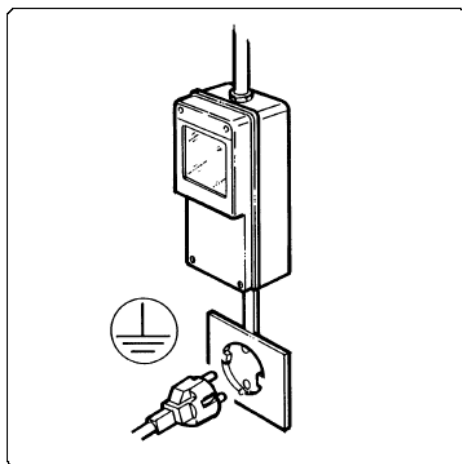

Fig. 25
- La sicurezza elettrica dell'apparecchiatura può essere garantita solo nel caso in cui essa sia collegata a un impianto dotato di un'efficace messa a terra, come previsto dalle vigenti normative di sicurezza (Fig. 25). Il produttore non può quindi essere considerato responsabile di eventuali danni dovuti alla mancata messa a terra dell'apparecchiatura.
- Per un'installazione corretta e sicura è indispensabile predisporre un'apposita presa comandata da interruttore magnetotermico con distanza di apertura dei contatti uguale o superiore a 3 mm, conforme alle vigenti normative nazionali di sicurezza (v. Fig. 25).